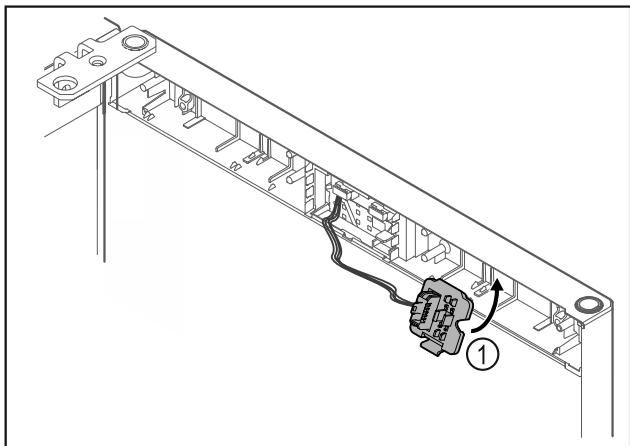

Fig. 13
- Encajar el soporte de la clavija de enchufe Fig. 13 (1) en el lado opuesto.\*